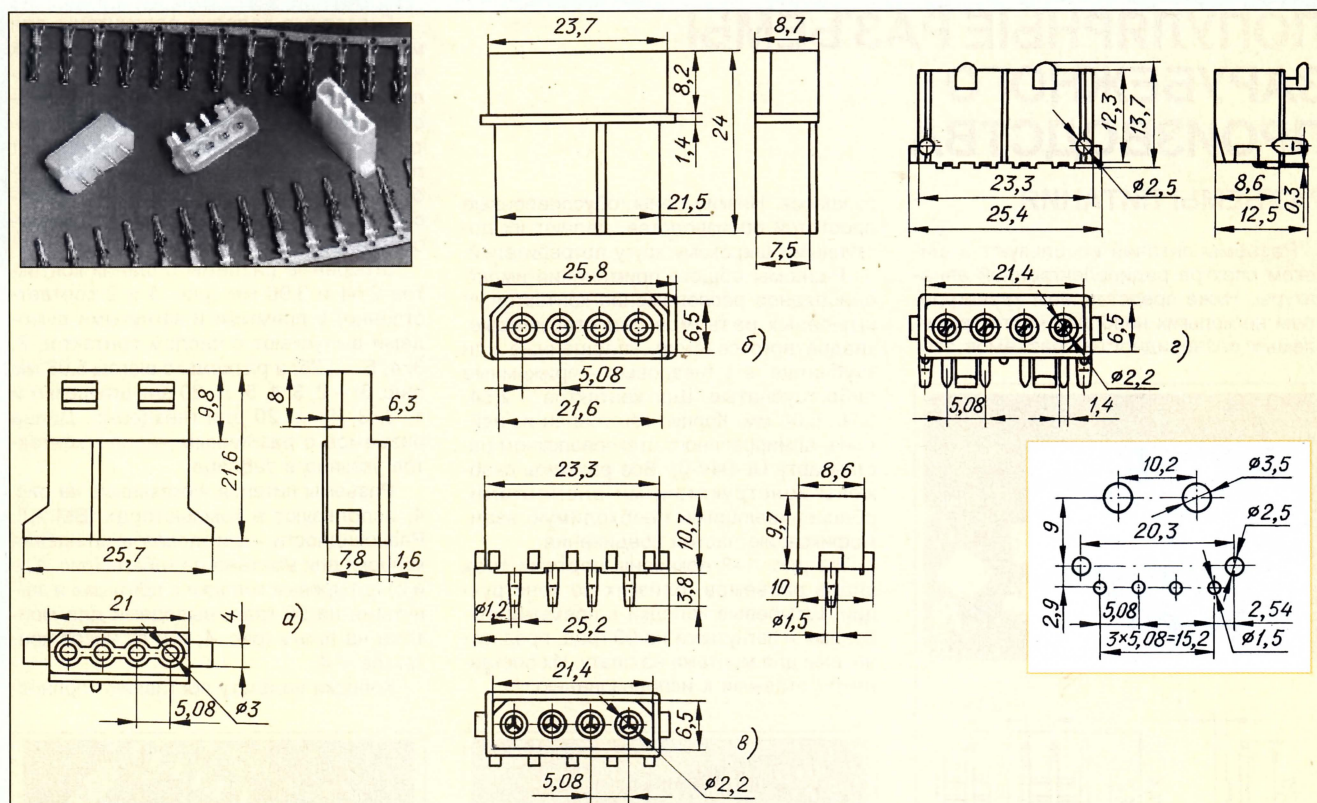

Рис. 4
Разъемы питания, показанные на рис. 4, используют в компьютерах IBM AT. Разновидности – гнездовая и штыревая колодки для монтажа на кабель (рис. 4, а и б), штыревые колодки с прямыми и загнутыми на 90 град. выводами для монтажа на плату (рис. 4, в и г); число контактов – 4.
тью собранными. Кабельные же, как обычно, собирают в процессе монтажа, для этого корпуса комплектуют технологическими лентами с гнездовыми и штыревыми трубчатыми контактами. На рис. 4,г выделена разметка посадочного места на плате для монтажа штыревого разъема с загнутыми контактами.
** Для разъемов по рис. 4 – от минус 25 до плюс 90.